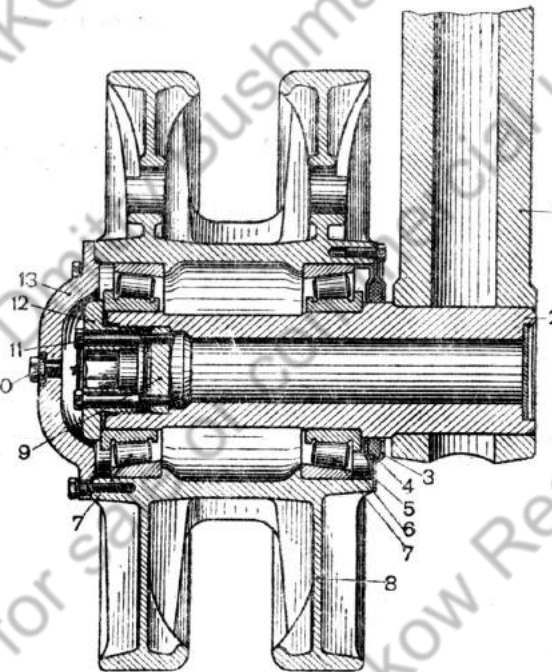
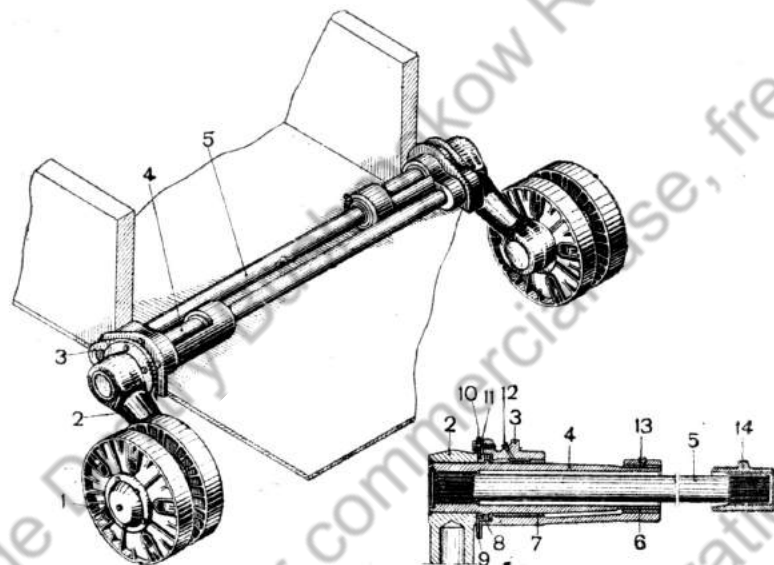

Рис. 196. Опорный каток (разрез):
Рис. 204. Нижняя подвеска:
Опорные катки монтируются на осях 2, запрессованных и приваренных в балансиры 1 (рис. 196).
Чтобы снять опорный каток (рис. 196), необходимо:
3. Вывернуть болты, снять броневой колпак 13 (рис. 196).
9. Ключом длиной рукоятки в 1 м завернуть пробку 12 (рис. 196) доотказа, затем отвернуть пробку настолько, чтобы колесо проворачивалось рукой с трудом. Отвернуть пробку ещё на $\frac{1}{10}$ — $\frac{1}{5}$ оборота и проверить, как вращается каток. Он должен вращаться без заеданий.
Верхней и нижней головкой балансир 2 (рис. 204) напрессовывается в горячем виде на трубу балансира 4 и на ось катка 2 (рис. 196). После напрессовки труба балансира и ось катка привариваются с торца к балансире.
Труба балансира 4 (рис. 204) вращается в двух чугунных втулках 6 и 7, запрессованных в кронштейн 3. От продольного смещения балансир удерживается фланцем 9.
Торсионный вал 5 (рис. 204) изготовлен из легированной стали. На концах вала имеются треугольные шлицы. Один конец вала соединён шлицами с трубой баланси́ра, другой — закреплён неподвижно в кронштейне, приваренном к корпусу танка.
1. Вынуть пружинное кольцо (рис. 204), снять крышку и прокладку, предварительно разгрузив торсионный вал.
2. Отвернуть болты во фланце 9 (рис. 204) баланси́ра и снять баланси́р.
1. Перед тем как устанавливать баланси́р в сборе с катком, удалить старую смазку. Канавки втулки 7 (рис. 204) заполнить